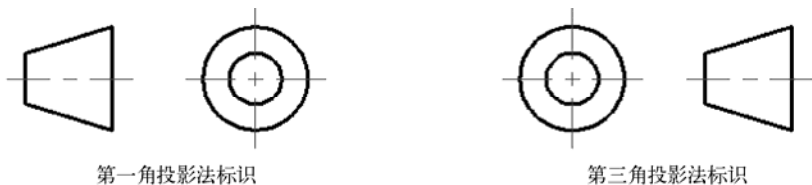

图 9-49 根据图形参考创建两个图块
- (1) 如何理解图块的含义？
- (2) “创建块”按钮和“写块”按钮在应用上有什么异同之处？
- (3) 如何理解属性定义的概念?
- (4) 如何将属性附着到块上? 将属性附着到块上有什么用处?
- (5) 如何更改在插入带属性的块时出现的提示的显示顺序?
- (6) 如何清理块定义? 注意在清理块定义之前必须先删除块的全部参照。
- (7) 请分别绘制图 9-49 所示的两组图形, 具体尺寸自行设定, 并分别将这两组图形创建成块。